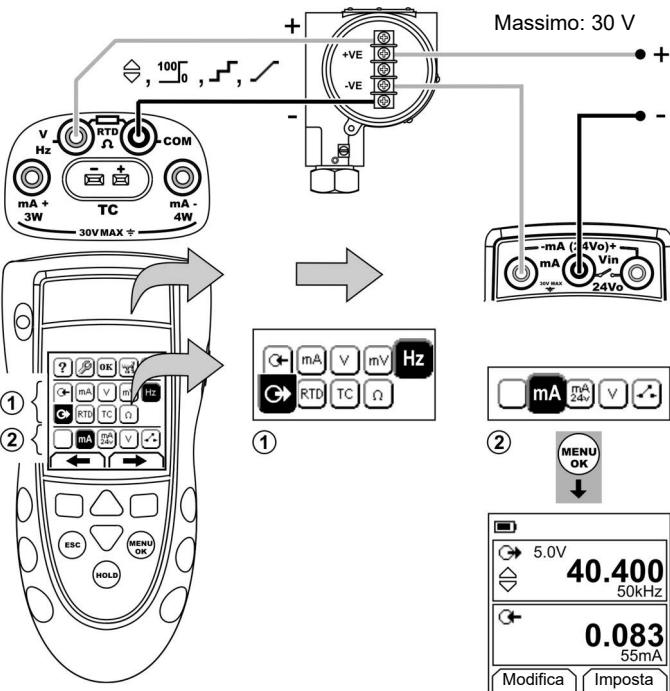

Figura 10: Esempio di configurazione – calibrazione trasmittitore con alimentazione esterna del loop
- Collegare lo strumento (Figura 10 / 11) e, se necessario, modificarne il Setup (Tabella 1).